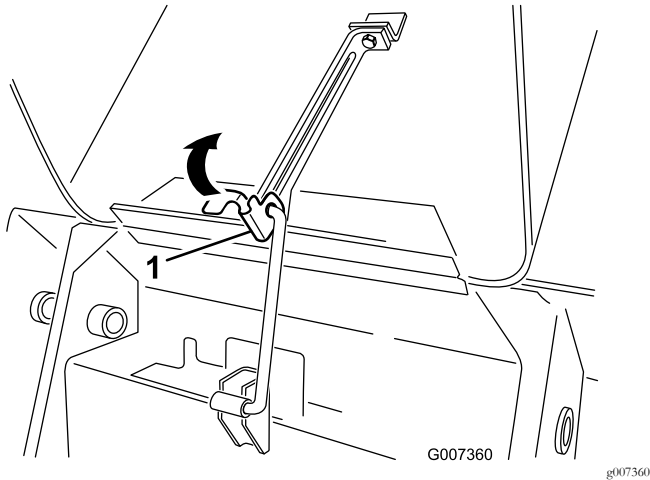

Рисунок 31
1. Приподнимите лапку, которая крепит опорную стойку (Рисунок 31)